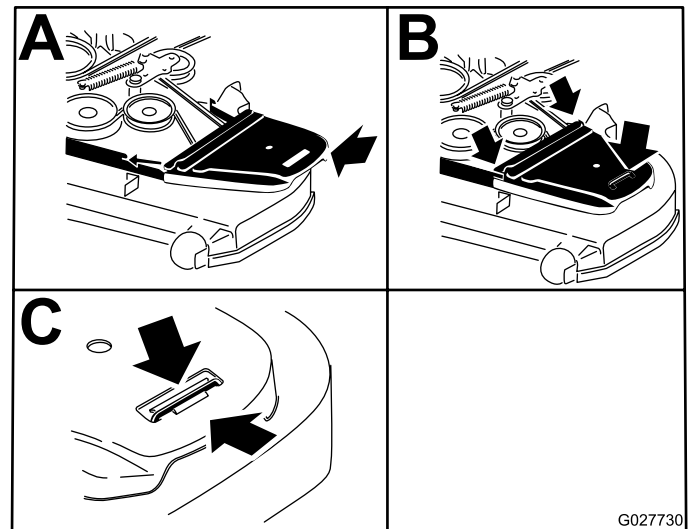

Figure 60
9. Posez les couvercles de courroie (Figure 60).